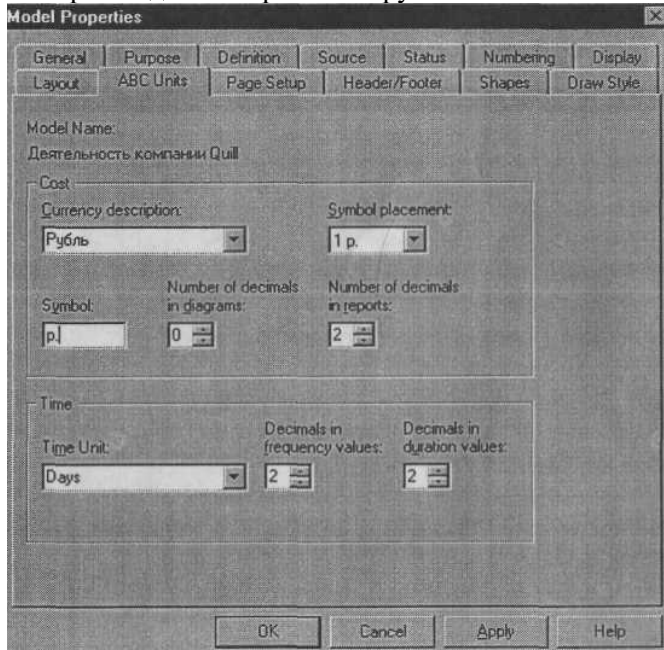

Рис. 1. Вкладка ABC Units диалога Model Properties
1) В диалоге Model Properties (вызывается из меню Mode/Model Properties) во вкладке ABC Units (рис. 1) установите единицы измерения денег и времени – рубли и часы.